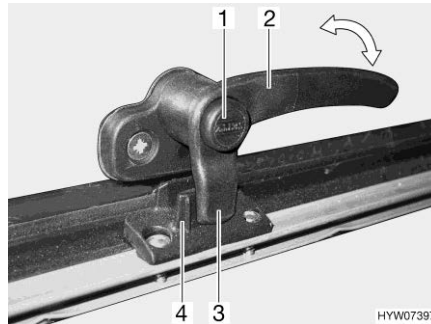
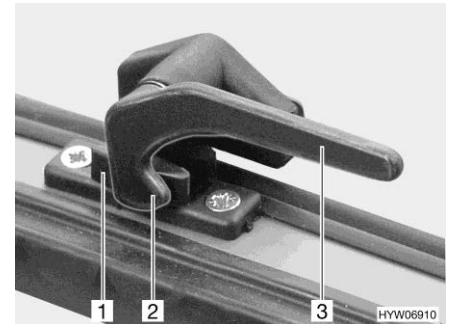

Bild 68 Låsarm med låsknapp i läget "stängd"
Bild 69 Låsarm i läget "stängd"
- Tryck på låsknappen (Bild 68,1) om sådan finns och håll den nedtryckt.
- Sväng låsarmen (Bild 68,2 eller Bild 69,3) ett kvarts varv mot fönstrets mitt.
- Sväng låsarmen (Bild 68,2 eller Bild 69,3) ett kvarts varv mot fönsterkarmen.
Låsspaken (Bild 68,3 eller Bild 69,2) på låsarmen sitter helt på fönsterlåsets insida (Bild 68,4 eller Bild 69,1).
- I läget "helt stängt" (Bild 68 och Bild 69)